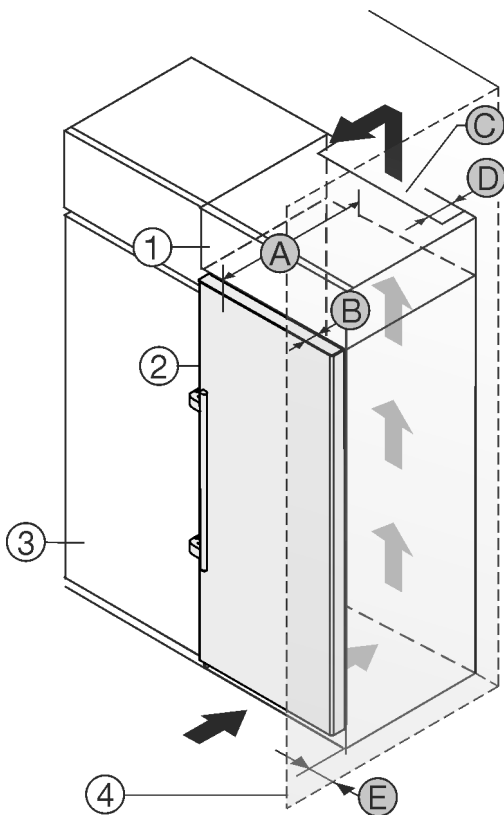

Fig. 2
Zariadenie môžete inštalovať priamo vedľa kuchynskej skrine Fig. 2 (3).\*
Na zadnej strane nadstavnej skrine musí byť vetracia šachta s hĺbkou Fig. 2 (D) cez celú šírku nadstavnej skrine.\*
Pod stropom miestnosti sa musí dodržať prierez vetracieho otvoru Fig. 2 (C).\*
Ak zariadenie nainštalujete so závesmi vedľa steny Fig. 2 (4), tak vzďialenosť medzi zariadením a stenou musí byť minimálne 57 mm. To zodpovedá presahu držadla pri otvorených dverách.\*
Aby ste mohli dvere úplne otvoriť, zariadenie musí vyčnievať o hĺbku dverí Fig. 2 (B) prednej časti kuchynskej skrine. V závislosti od hĺbky kuchynských skriň Fig. 2 (3) a použitia dištančných držiakov na stenu môže zariadenie prečnievať ešte viac.\*